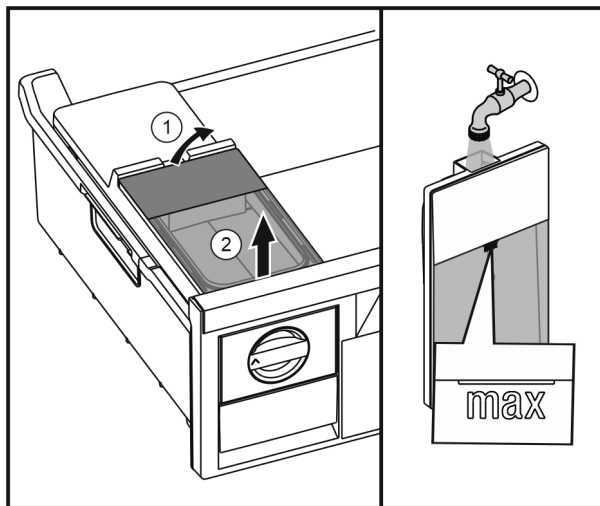

Fig. 37
- ▶ Повдигнете резервоара за вода отзад Fig. 37 (1) и извадете нагоре Fig. 37 (2).